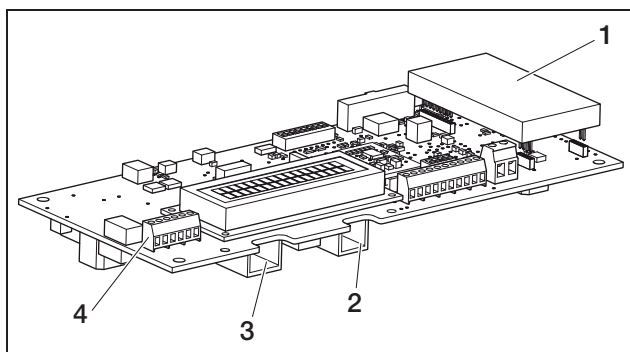

Figure 33: Interfaces de communication
- Enfichez la prise du câble Ethernet dans la fiche correspondante (3 à la figure 33).
- Enfichez la prise du câble de téléphone dans la fiche correspondante (2 à la figure 33).
Au lieu des prises femelles RJ45 et RJ11, vous pouvez utiliser la borne à vis à six pôles pour le raccordement du câble Ethernet et du câble téléphonique (4 à la figure 33). Ce type de raccordement est prévu pour le montage dans de grandes installations.